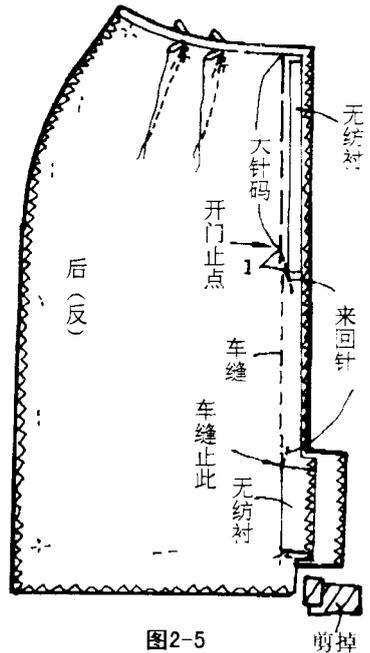

图2-5
5. 缝合后中缝。将两片后裙片正面相对, 顺后中缝车缝。开门止点以上用大针码车缝; 开门止点以下用普通针码车缝, 一直车缝到开衩止点。见图 2-5。